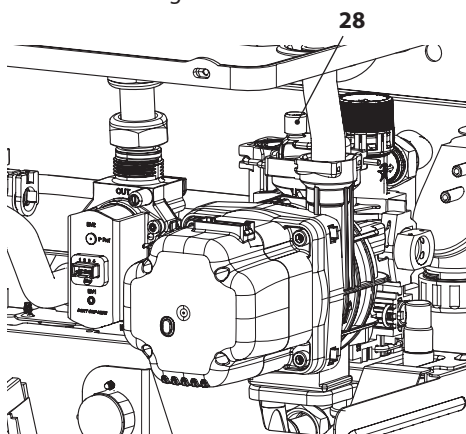

Figura 6.3
- Allentare il tappo della valvola di sfiato automatica 28 in Figura 6.3.